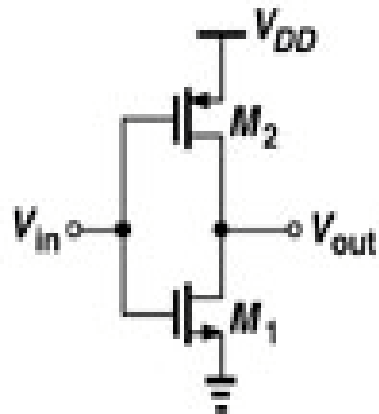

Figure II.1(b)
- (1) A partir du schéma équivalent petit signal, trouver une expression pour le gain en tension des 2 circuits de la Figure II.1. **(1 point)**